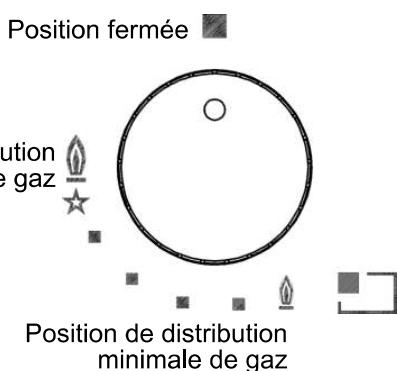

FIG. 20
Enfoncer et tourner dans le sens inverse des aiguilles d'une montre le bouton correspondant au brûleur à utiliser, l'amener sur la position Maximum (grande flamme fig. 20) puis enfoncez le bouton à fond.
Avec les brûleurs dotés d'un thermocouple de sécurité, il faut tourner dans le sens inverse des aiguilles d'une montre le bouton correspondant au brûleur à utiliser, l'amener sur la position Maximum (grande flamme fig. 20) jusqu'à entendre un léger déclic puis enfoncez le bouton et répéter les opérations indiquées précédemment. Lorsque l'allumage a eu lieu, maintenir le bouton enfoncé pendant 10 secondes environ.
- Lorsque l'ébullition a été atteinte, amener le bouton sur la position Minimum (petite flamme fig. 20).
- on ne peut procéder à l'allumage des brûleurs dotés d'un thermocouple de sécurité que lorsque le bouton est sur la position Maximum (grande flamme fig. 20).